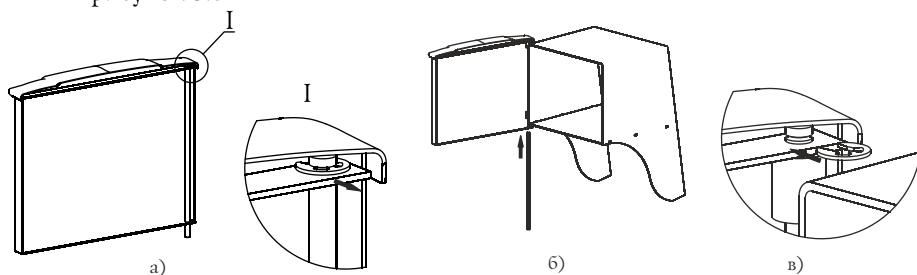

Рисунок 5. Установка дверцы при монтаже печи.
1. Извлеките ось из дверцы, предварительно сняв упорную быстросъемную шайбу, рисунок 5.а;
3. Вставьте ось через отверстия снизу вверх, с расположением канавки под шайбу в верхней части оси, рисунок 5.б;
4. Установите упорную быстросъемную шайбу в канавку на оси, рисунок 5.в